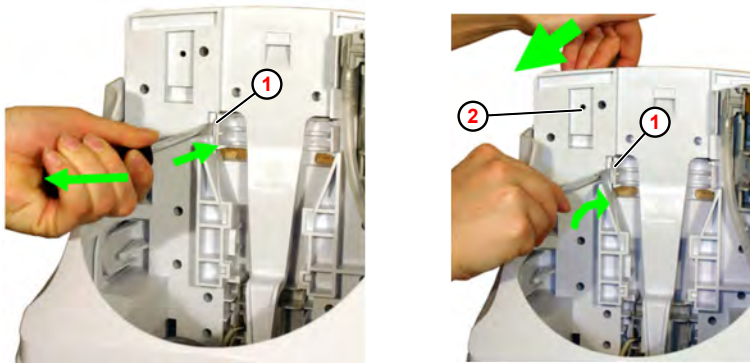

Abb. 23: Entnehmen aus der Halterung (Darstellung EcoPlus S)
1. Großen Schlitz-Schraubendreher (Abb. 23 , ①) (breite Klinge!) zwischen Schnapper und Geräterückwand ansetzen.
2. Schlitz-Schraubendreher drehen bis Schapper öffnet und gleichzeitig das Gerät ② mit der anderen Hand nach vorne abziehen.